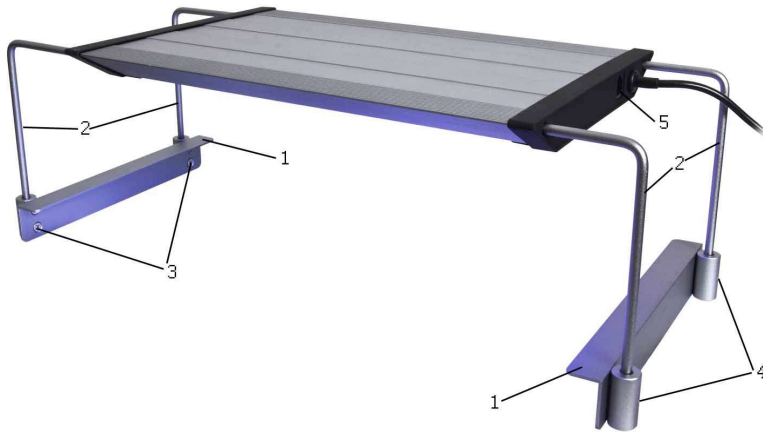

Abb. 2: aquarius plant plus mit Aquarienbefestigung
- Aquarienbefestigung (siehe Abb. 2)
Die Haltewinkel (Abb. 2, Nr. 2) werden in die Führungsschienen der **aquarius plant plus** geschoben. Danach stellt man die gewünschte Höhe mit Hilfe der Inbusschrauben in den seitlichen Führungen (Abb. 2, Nr. 4) der Halteprofile ein. Ein Inbusschlüssel zum Feststellen ist im Lieferumfang enthalten. Die Profile (Abb. 2, Nr. 1) werden auf die Seitenscheiben des Aquariums gesetzt. Den erforderlichen Abstand erreicht man durch Verschieben der Haltewinkel in den Führungsschienen der **aquarius plant plus**.